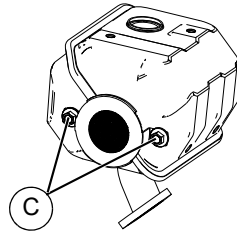

Figura 4-11. Sujetadores del parachispas
2. Consulte la Figura 4-11. Suelte los sujetadores (C) y retire el parachispas del silenciador.